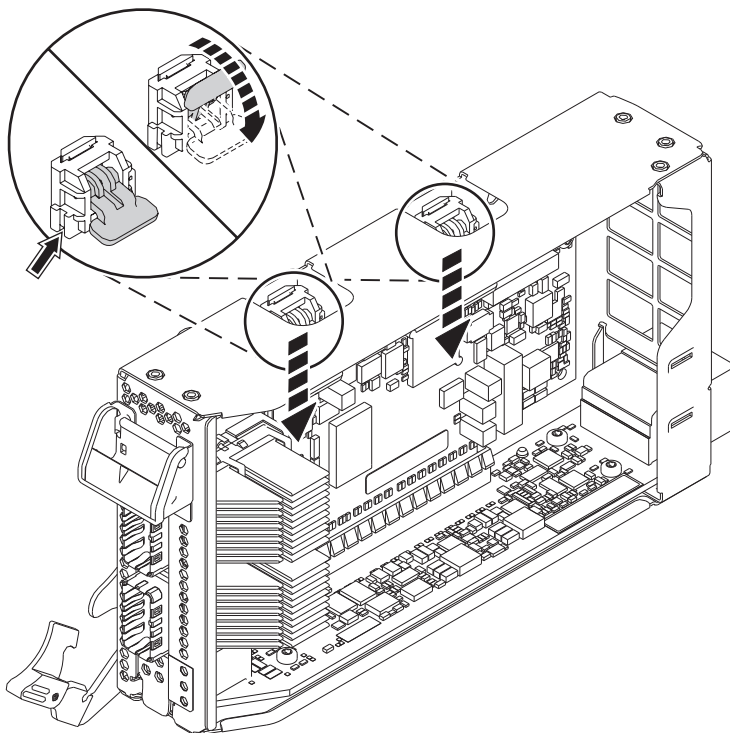

Figure 19. Verrouillage des cliquets de la cassette
- d. Faites tourner les cliquets de la cassette situés sur le bord supérieur de la cassette pour bloquer la carte. Voir figure 19.